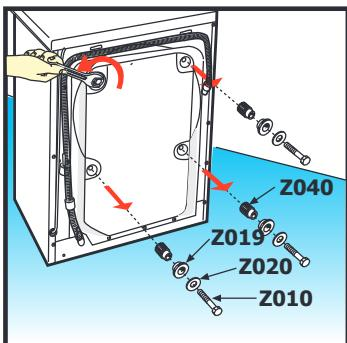

Abb. 1
- (a) Mit einem 10 mm Inbu chlü el die 4 Schraube **Z010** mit ent prechenden Unterleg cheiben **Z2020**, die Buch en der Tran port icherungen **Z019** und die Tran port icherungen elb t **Z040** au bauen (**siehe Abb. 1**).